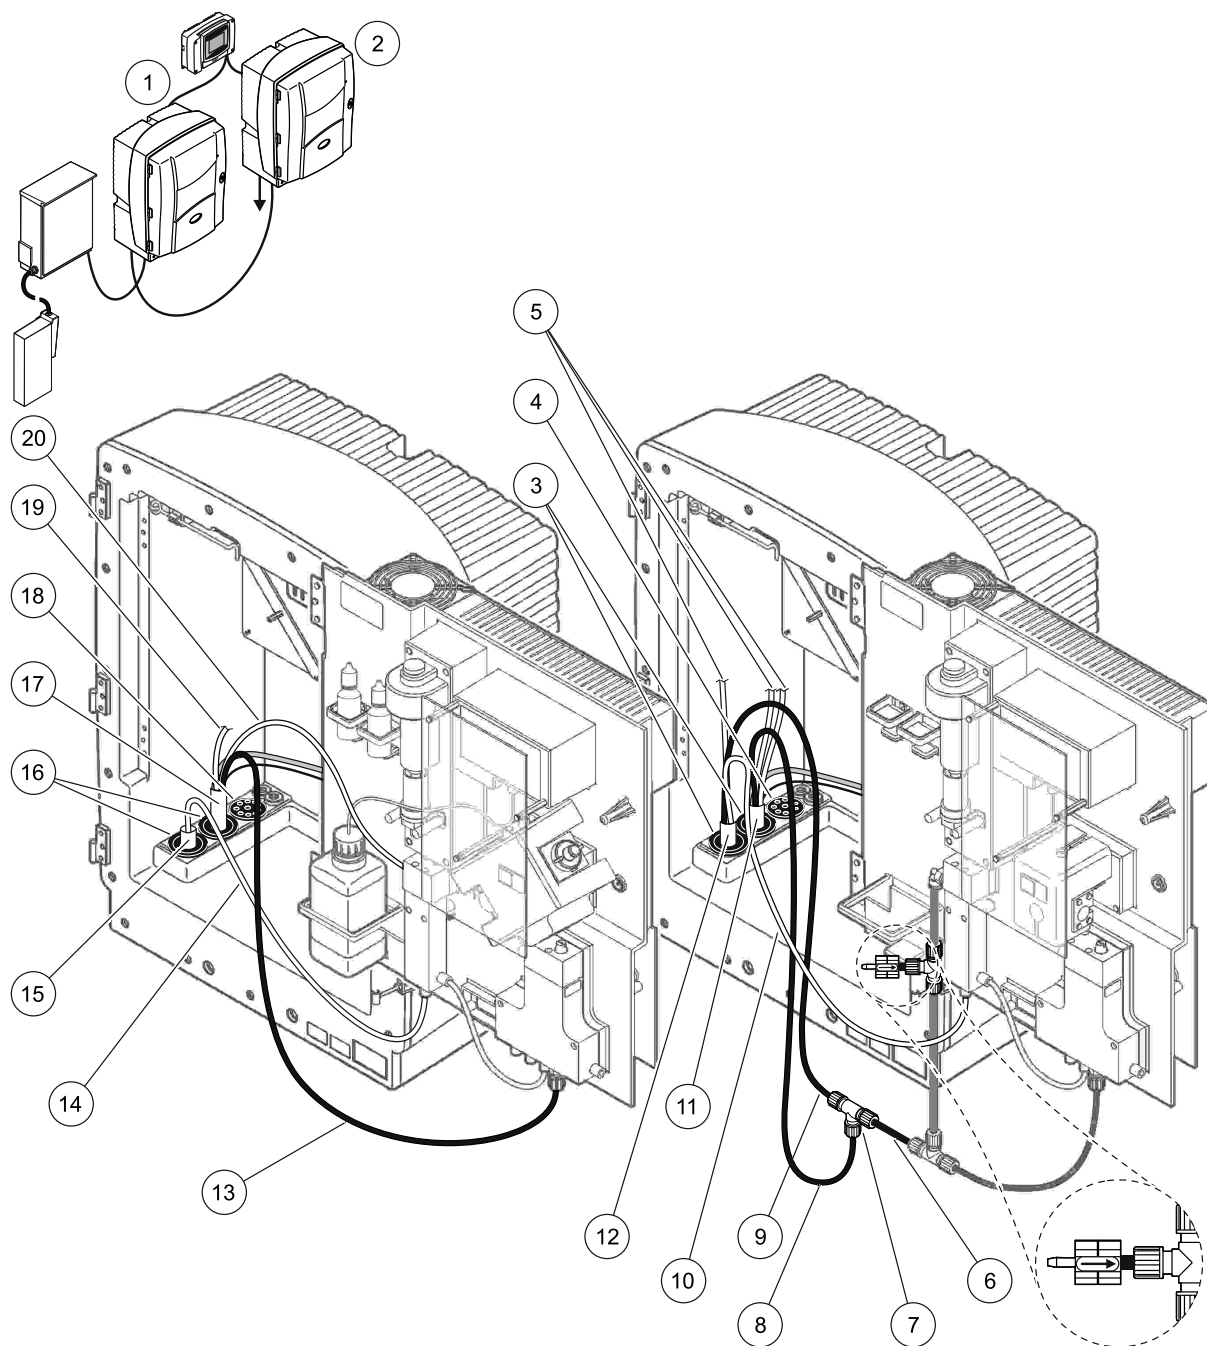

Figure 32 Configuration d'option 4
Voir Figure 32 et les instructions ci-dessous pour l'option 4:
- a. Faites passer le tuyau chauffé du FILTRAX par l'ouverture de l'analyseur (Figure 32, élément 15). Utilisez le bouchon d'obturation No. 1 pour fixer le tout.